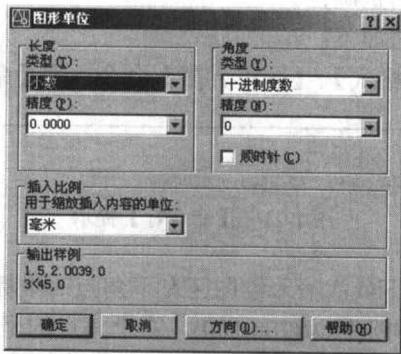

图 1-20 【图形单位】对话框
(1) 单击菜单栏中的【格式】/【单位】命令，弹出【图形单位】对话框，如图 1-20 所示。